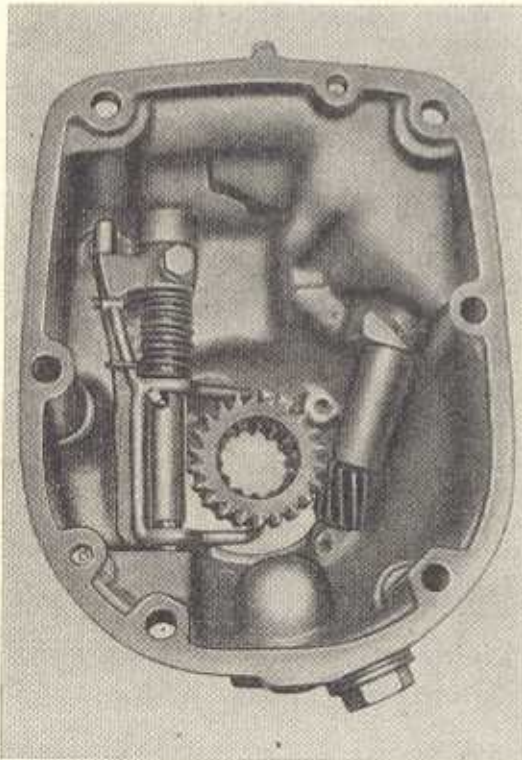

Bild G 83. Einsetzen der Sperrmuffe für den Freilauf
3. Sperrmuffe zum Freilauf in die Gabel des Freilaufgehäuses einsetzen (Bild G 83). Freilaufgehäuse mit eingesetzter Sperrmuffe so aufsetzen, daß sich die Sperrmuffe mit der Verzahnung auf die Kegelradwelle schieben läßt, und das Freilaufgehäuse in die Paßstifte einsetzen.